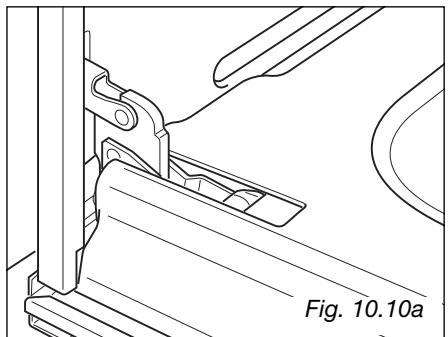

Fig. 10.10a
- Open the door to the full extent (fig. 10.10a).